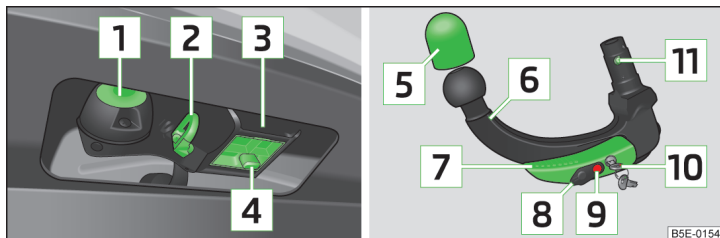

Fig. 155 Support du dispositif d'attelage/boule d'attelage
Support du dispositif d'attelage et boule d'attelage » fig. 155
- Faites glisser le cache **4** » fig. 155 à la page 175 vers le bas.
- Mettez le cache **4** » fig. 155 à la page 175 en place sur le logement.